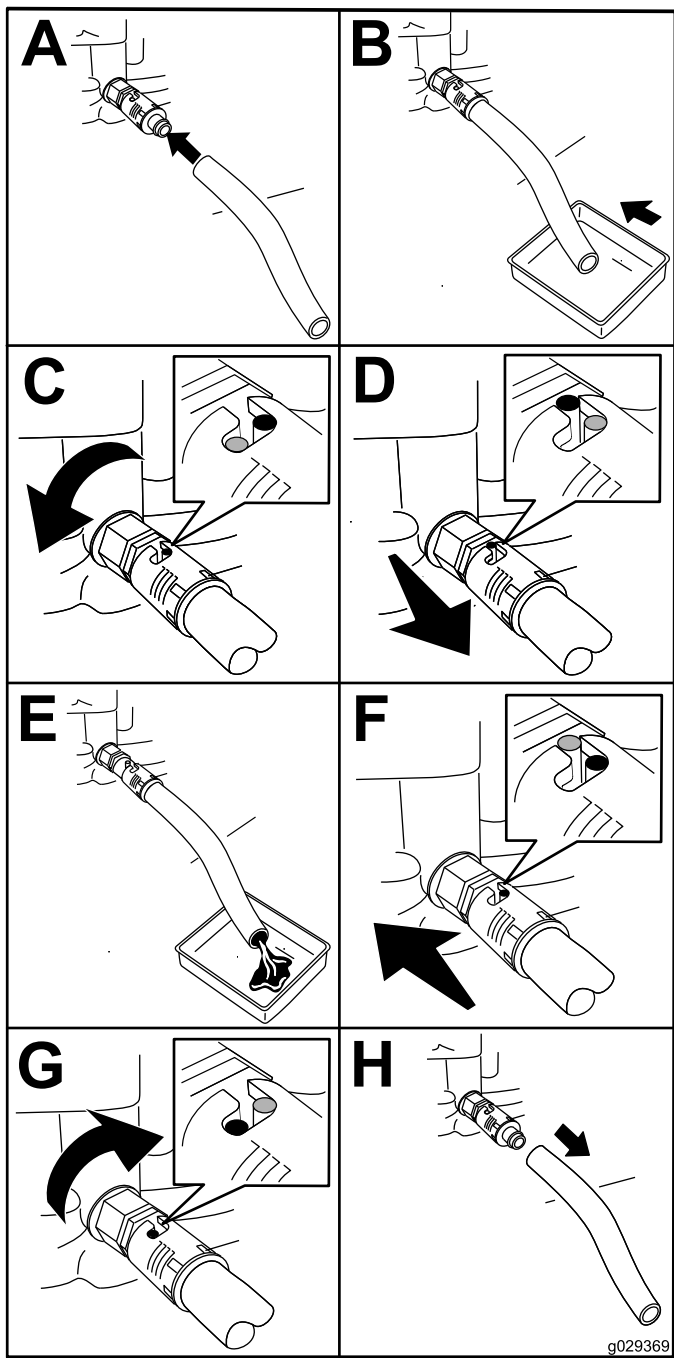

图29
1. 将排油软管安装到排放阀上图29。
2. 将油管的另一端图29放入容量为 1L 的放油盘。
3. 将机油排放阀逆时针转动 1/4 圈等机油完全排出图 29。
4. 然后将机油排放阀顺时针转动 1/4 圈以关闭阀门图 29。
5. 卸下排放软管图29并擦拭掉溢出的机油。